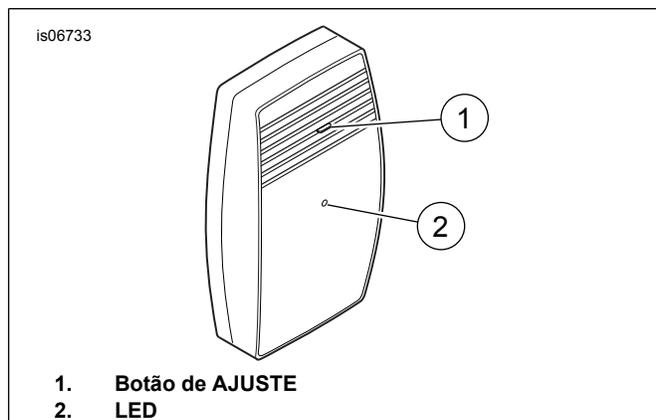

Figura 33. Receptor do mecanismo de abertura da porta da garagem, vista frontal
4. Veja Figura 33. Mantenha pressionado o botão de ajuste (1) no **receptor** do mecanismo de abertura da porta da garagem Harley-Davidson. O LED (2) no receptor pisca sem parar enquanto o botão de AJUSTE permanece pressionado.